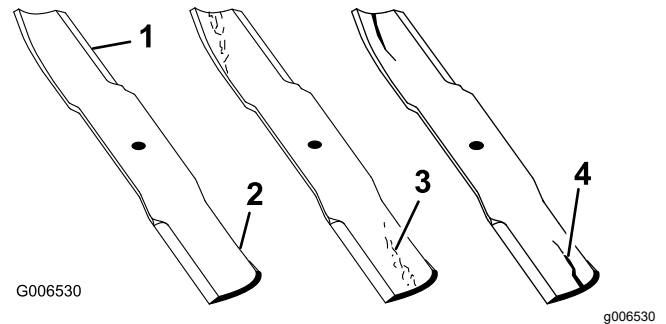

Figura 75
1. Inspeccione los filos de corte (Figura 75).
4. Si observa fisuras, desgaste o la formación de una ranura en esta zona, instale de inmediato una cuchilla nueva (Figura 75).